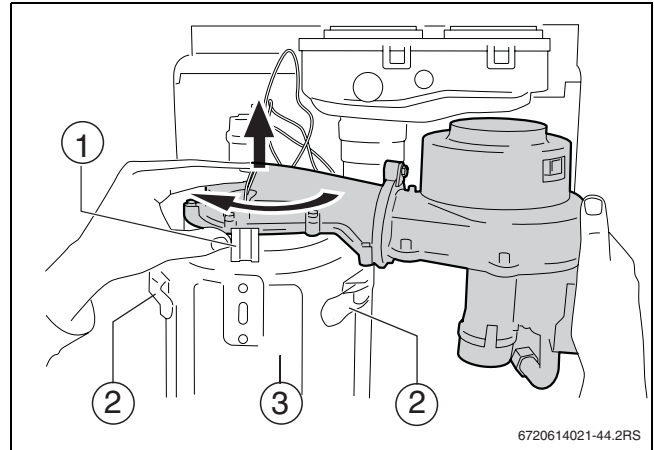

Bild 61 Gas-Lufteinheit (KombiVent) demontieren
- Schnellverschlüsse (→ Bild 61, [2], Seite 54) lösen und Vorderschale (→ Bild 61, [3], Seite 54) des Wärmetauschers abnehmen.